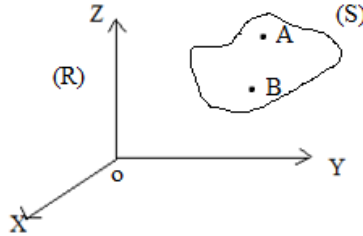

Figure IV.5
Soit un solide (S) en mouvement par rapport au repère fixe R(O, x, y, z), tel que A, B sont deux points quelconque du solide (S) voir Figure IV.5.